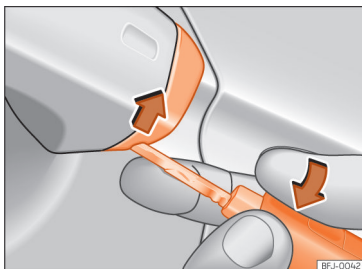

Abb. 54 Fahrertürgriff: Abdeckkappe abhebeln.
- Den Schlüsselbart am Fahrertürgriff in die untere Öffnung der Abdeckkappe stecken und die Abdeckkappe von unten nach oben anheben >>> **[Abb. 54]**.